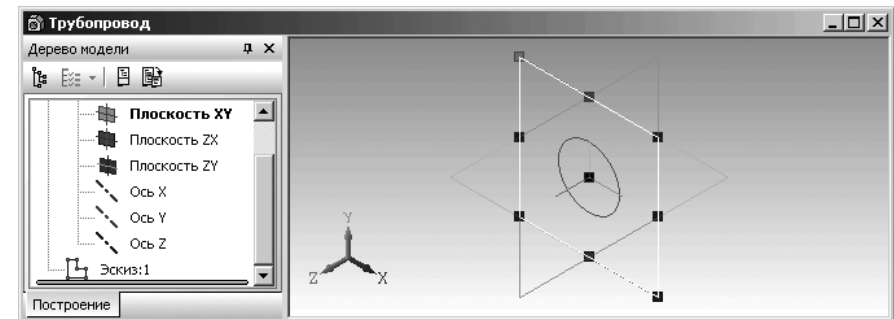

Рис. 2.119. Окно модели **Трубопровод** после создания первого эскиза в режиме создания модели
- щелкните на панели инструментов **Текущее состояние** по кнопке – **Эскиз** – для завершения построения эскиза сечения. Система перейдет в режим создания модели, а в окне **Дерево модели** появится пункт **Эскиз:1**. Это состояние системы показано на рис. 2.119;